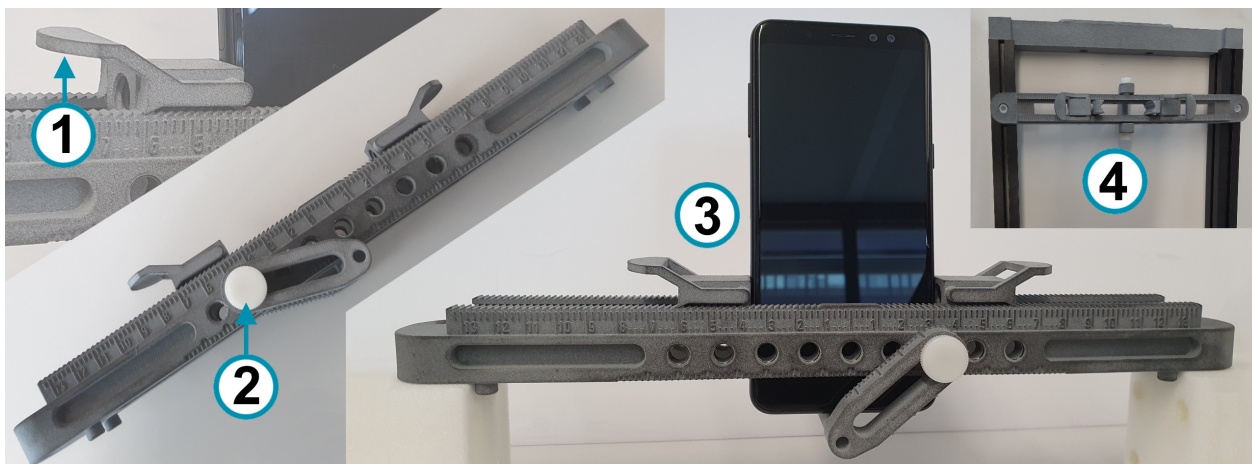

Bild 7-10: R&S CMQ-B714A "DUT Clamp 1"-alternativ, beställningsnr 1537.6255.02
"DUT Clamp 1" kan monteras i kammaren på "Drawer Support 1" (se uppe till höger (4) i bild 7-10) eller på "Inner Support 1".
"DUT Clamp 2" kan monteras i utförande med en platta eller två plattor på "Drawer Support 1" (bild 7-10).